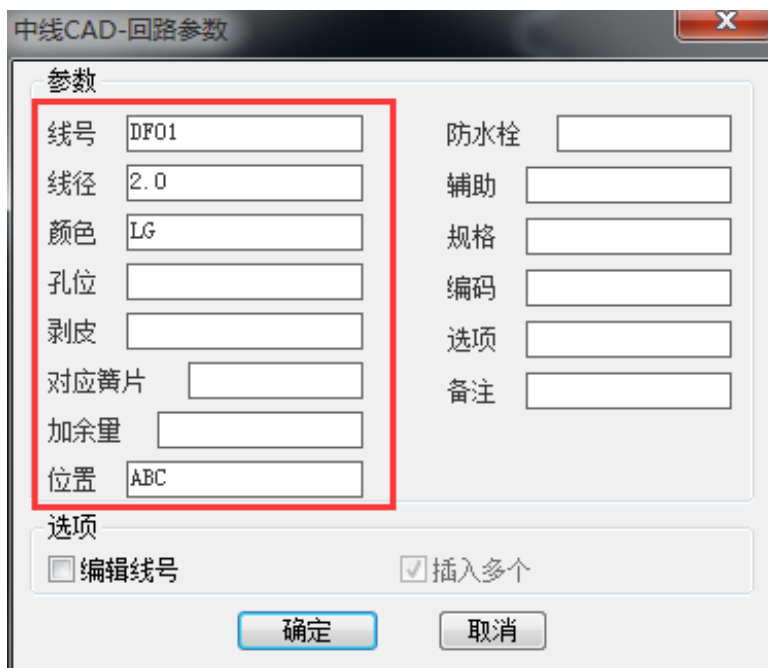

图 1-11
2. 在【中线 CAD-回路参数】对话框中，填写参数信息，如图 1-11 所示；